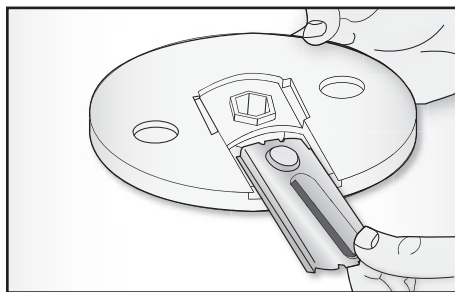

Abb. 7
Das gewünschte Messer (Scheibenmesser (M), Julienne-Messer (L) oder Stick-Messer (N)) auf der Messerscheibe (I) montieren, so dass das Messerloch in der Mitte der Scheibe steht (Abb. 7).